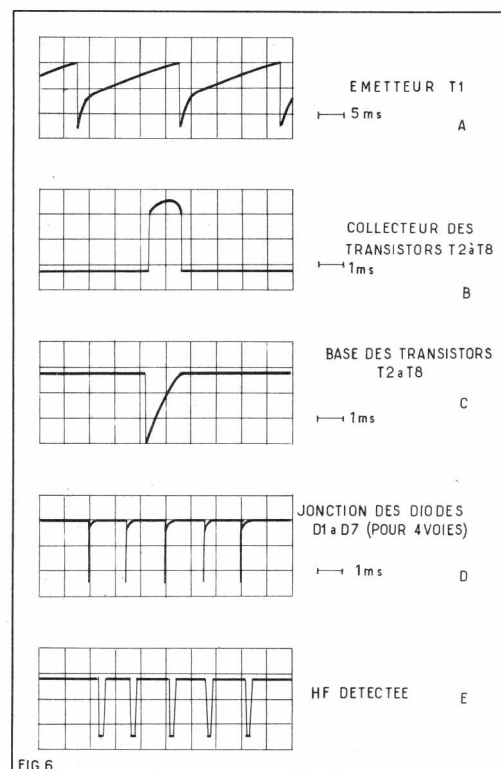

FIG 6
6) Vérifier à l'oscilloscope l'existence des différentes courbes (voir fig. 6 a à e).